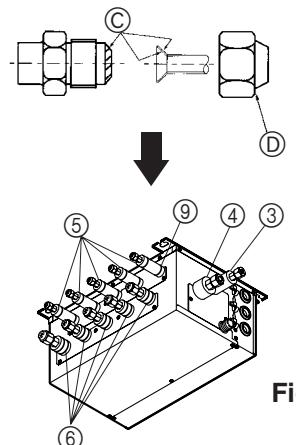

Fig. 7-2
- © Applicera köldmedelsolja på flänssätets hela (Fig. 7-2) yta.
- ⑤ Använd huvudsakligen flänsade muttrar monterade på huset (i handeln förekommande flänsade muttrar kan spricka).